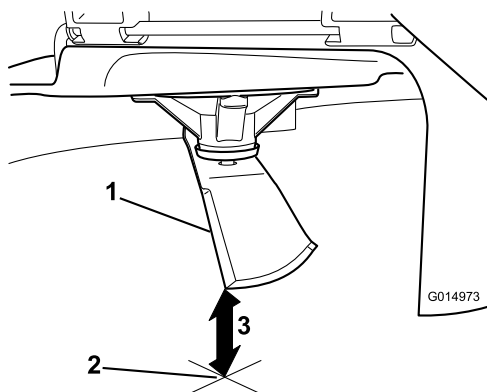

Figura 78
3. Măsurați de la vârful lamei până la suprafața plană (**Figura 78**).